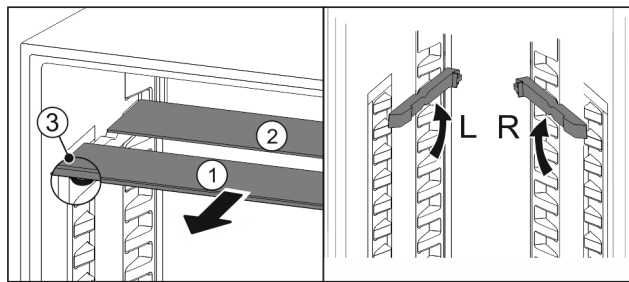

Fig. 190
- Izvucite Fig. 190 (1) staklene ploče jednu po jednu prema naprijed.
- Staklena ploča Fig. 190 (1) s ukrasnom letvicom nalazi se sprijeda.
- Zaustavljači Fig. 190 (3) su usmjereni prema dolje.